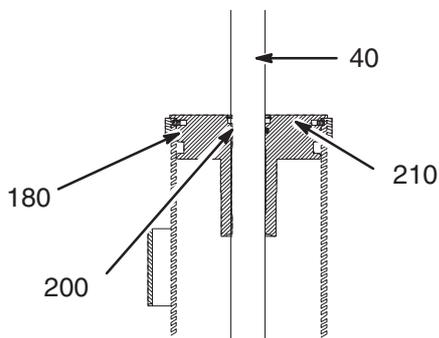

Abb. 23
13. Service an der Laufbuchse durchführen (Abb. 23):
- Die zwei alten O-Ringe ((180) und (200) in Abb. 23) innen und außen an der Laufbuchse entfernen. Die O-Ringe durch neue ersetzen.
- Die Laufbuchse zurück auf die Hebestange schieben, wobei die Laufbuchse so positioniert wird, daß der durch den spiralförmigen Haltering freigemachte Raum (14) zur Mitte der Ram zeigt. Danach die Laufbuchse ganz in den Zylinder schieben.